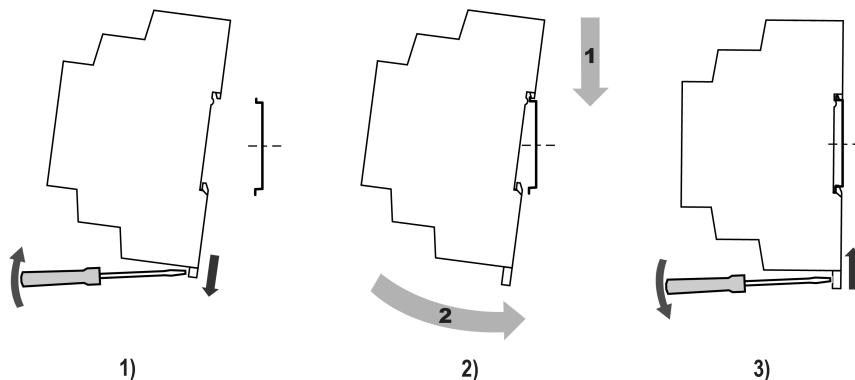

Рисунок 4.1 – Установка прибора
- Установить прибор на DIN-рейку в соответствии с в направлении стрелки 1 (рисунок 4.1, 2);
- Вставить отвертку в проушину, оттянуть защелку рисунок 4.1, 1).
- Прижать прибор к DIN-рейке в направлении, показанном стрелкой 2. Зафиксировать защелку (см. рисунок 4.1, 3).